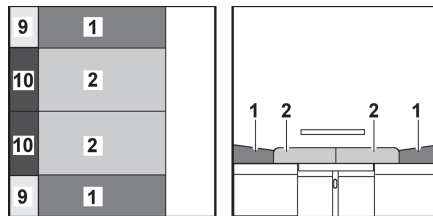

Fig. 121 Après la transformation
- Tirer les coussins d'assise (Fig. 121,2) vers l'avant et le milieu.
- Placer les coussins de dossier (Fig. 121,1) entre les coussins d'assise et la cloison.
- Placer les coussins supplémentaires (Fig. 121,9) entre les coussins de dossier et la cloison.
- Placer les coussins supplémentaires (Fig. 121,10) entre les coussins d'assise et la cloison.
- ▷ Suivant le modèle, deux petits coussins supplémentaires doivent être installés à la place du second coussin de dossier (Fig. 121,1) et du second coussin supplémentaire (Fig. 121,9).